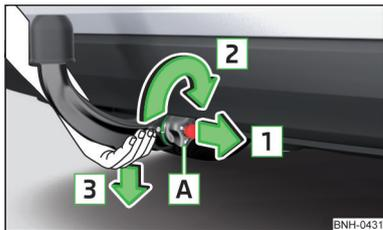

Fig. 220
- ▶ Agarre la barra de cabeza esférica **desde abajo** » fig. 220.